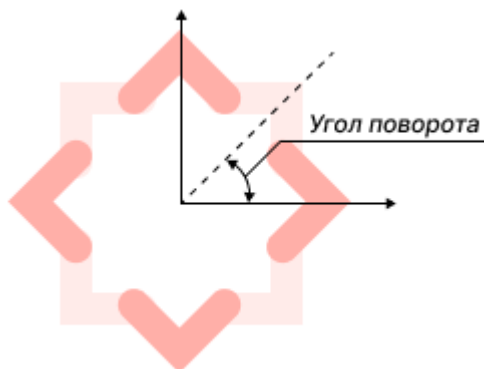

Рис. 209 Поворот апертуры
- Угол поворота – величина угла поворота горизонтальной осевой линии апертуры против часовой стрелки. Значение может быть задано в диапазоне 0 – 359° с шагом 1° , см. Рис. 209.